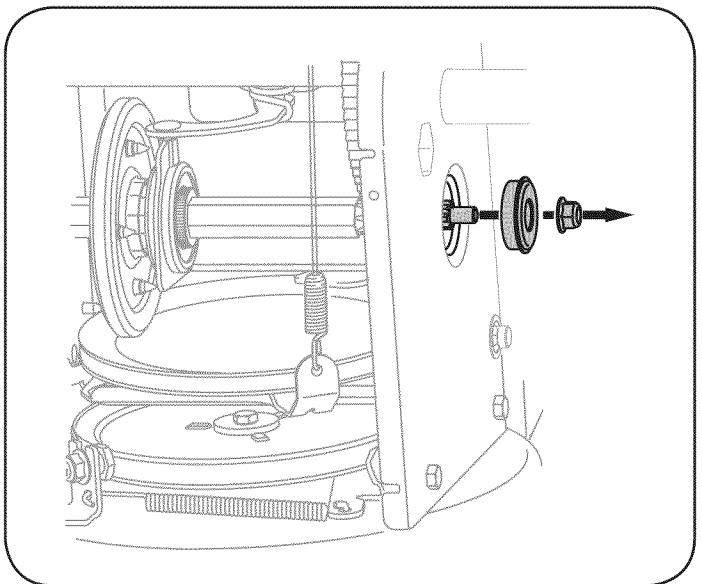

Figura 31
6. Retire con cuidado la tuerca hexagonal y la arandela que sujetan el eje hexagonal al marco de la máquina quitanieve, y golpee suavemente el extremo del eje para desplazar el cojinete de bolas del lado derecho del marco. Vea la Figura 31.